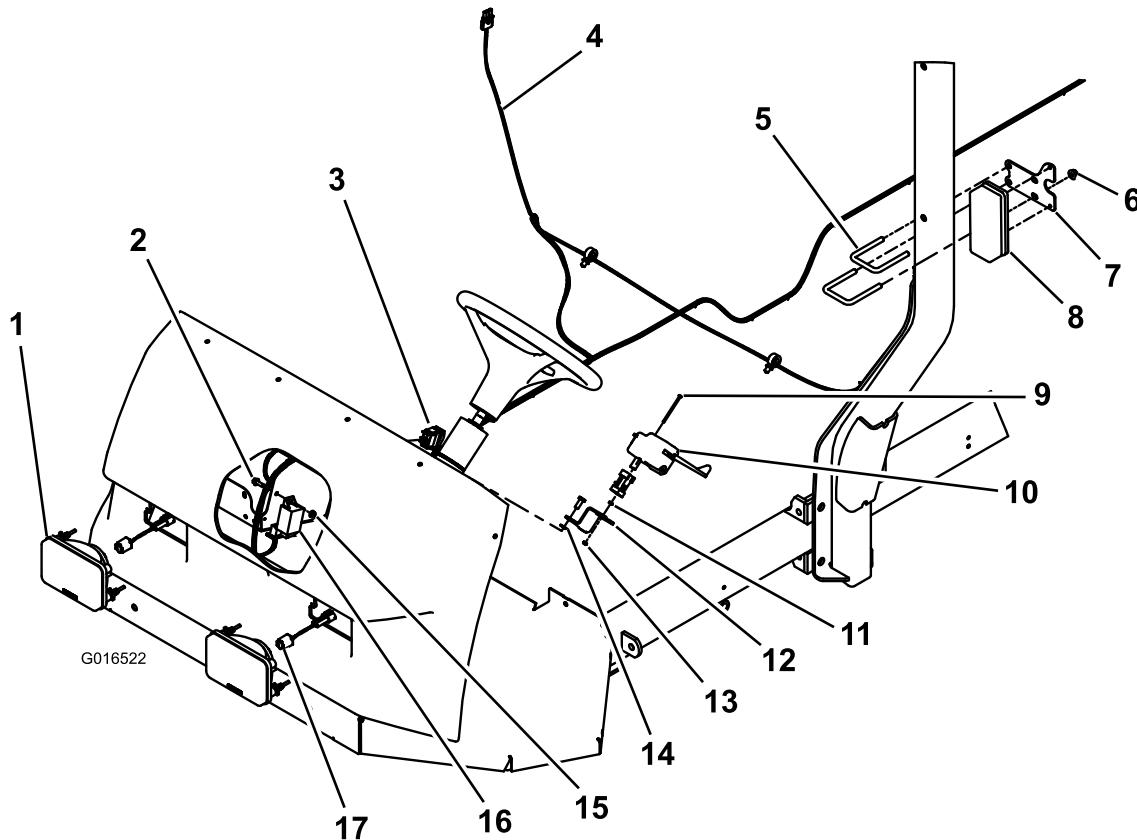

図 1
3. I新しいビームライト（図 1）を取り付けて、先ほどのステップ 2 で外してリテーナを使って固定する。
横転保護バーの左右の柱の、床面から 147 cm の高さのところに、図 1 のようにブラケットを取り付け、これにポジションライトを取り付ける。
1. ステアリングコラムの左側にあるボルト(2本)を外す(図 1)。
フラッシュモジュールを取り付ける；六角ヘッドフランジねじ1本と六角フランジナット1個を使用する (図 1)。